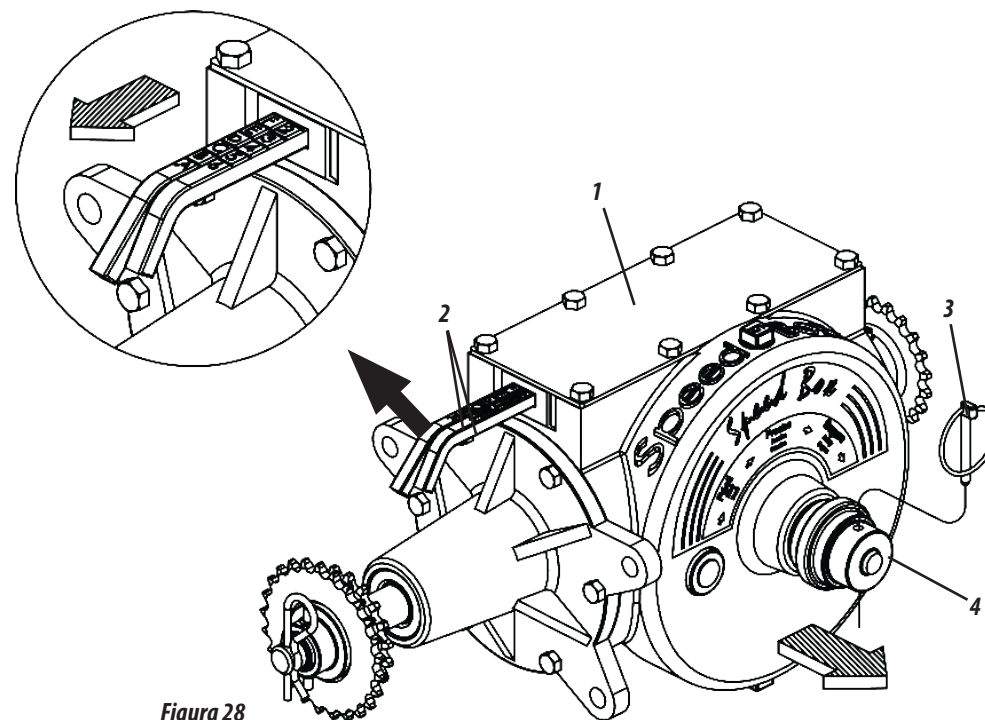

Figura 28
SPEED BOX (FIGURA 28)
- 1- Selecione a quantidade desejada nas tabelas e verifique a combinação correspondente nas alavancas (2). **Exemplo:** Posição **F2** na tabela, indica que a alavanca com letras deve estar na posição **"F"** e a alavanca com números deve estar na posição **"2"**, **conforme mostra a figura 28.**
- 2- Para movimentar as alavancas, retire a trava (3), puxe a manopla (4), em seguida, regule as alavancas conforme exemplo acima. Ao terminar a combinação, retorne a manopla (4) e recoloque a trava (3).